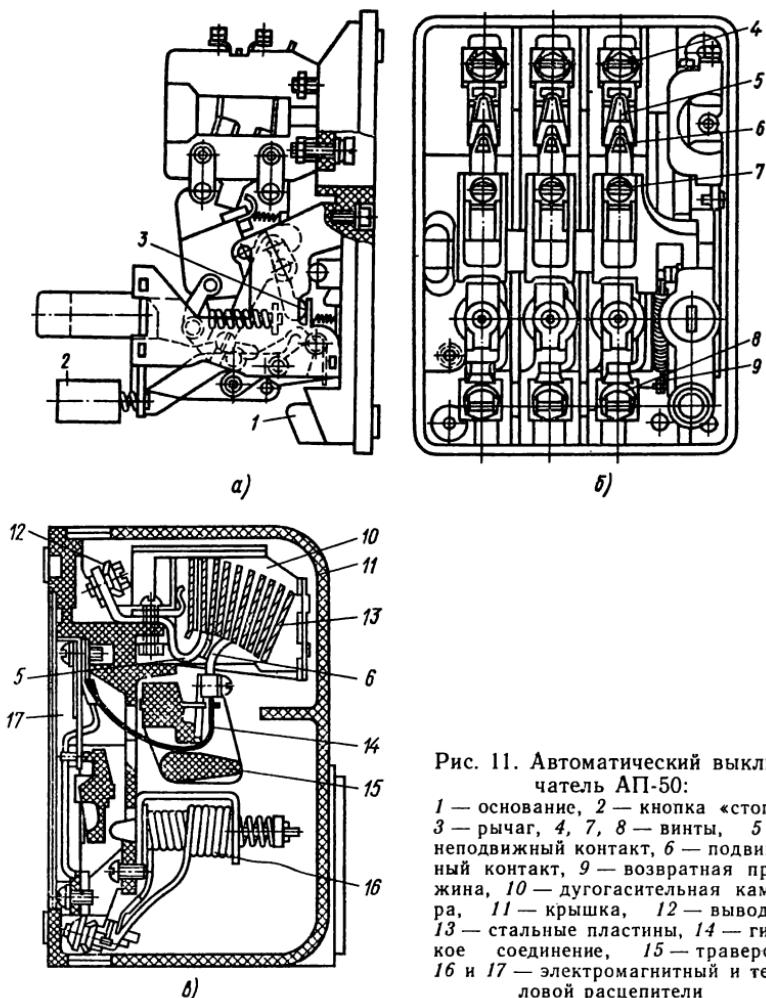

Рис. 11. Автоматический выключатель АП-50:
**Автоматический выключатель АП-50** (рис. 11, *a-b*). Полная разборка выключателя необходима, когда повреждены контакты и требуется их замена. В большинстве случаев, когда надо устранить дефекты резьбы контактов, дугогасительной решетки, очистить копоть на внутренней поверхности и деталях выключателя или заменить возвратную пружину, достаточно ограничиться частичной разборкой. Для этого вывертывают винты крепления крышки к основанию *1* и крышку снимают. Снимают дугогасительную камеру, расцепляют рычаг *3* (если выключатель взведен), нажав для этого на кнопку «стоп» *2* или рейку траверсы выводных проводов. Для дальнейшей разборки выворачивают винты *7* и снимают неподвижный *5* и подвижный *6* контакты. При обрыве или ослаблении с помощью плоскогубцев снимают возвратную пружину *9* с держателя.